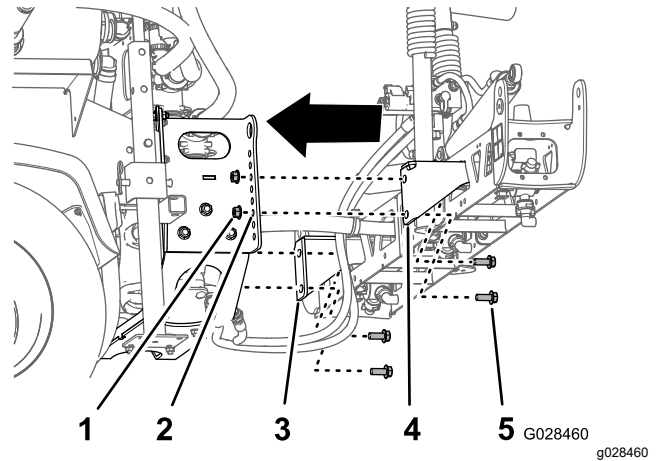

Figura 37
2. Alinee el orificio inferior de los soportes de montaje de la sección de brazo central con el tercer orificio contando desde abajo de los soportes del brazo del bastidor del patín del fumigador, como se muestra en Figura 37.